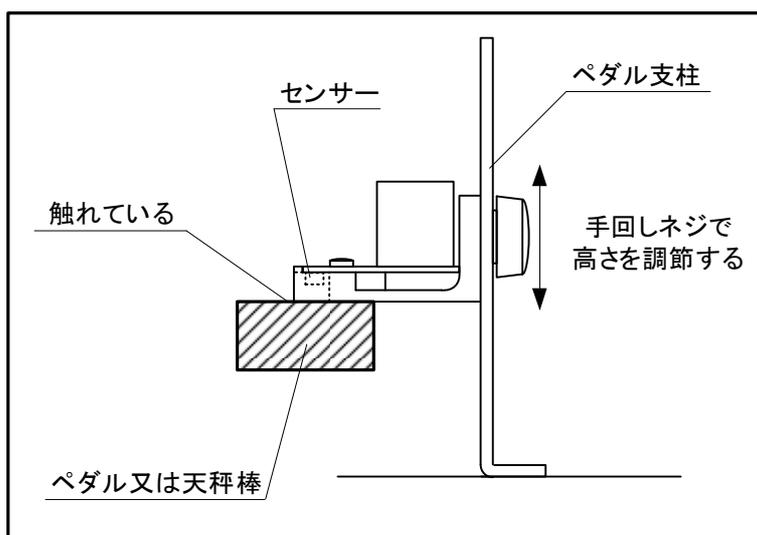
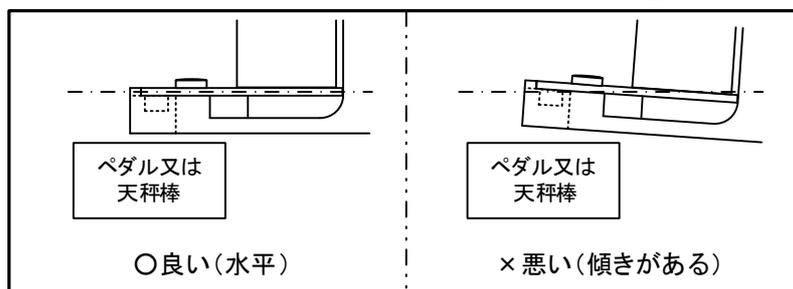

図4.5-2 センサー部の高さ調整
図 4.5-4 センサー部の取り付け状態
(2) ペダルを踏み込まない状態で、図4.5-2の様に手回しネジで高さを調節して、ペダルや天秤棒の上面にセンサーブラケットの下面が触れていることを確認する。また、ペダルを踏むとセンサーからペダルや天秤棒が離れる事も確認する。
- (4) ペダル操作を行い、障害がないことを確認してから、ペダルセンサーを仮固定しているネジを締め付け固定する。
- (5) センサー部を戻して、図 4.5-4 の様にセンサー部が水平になるよう調整する。ペダルを戻した時も図 4.5-2 のペダル支柱が傾かないようにする。この時、ペダルや天秤棒とセンサーブラケット下面の間は1.0mm程度離して手回しネジを締めて固定する。